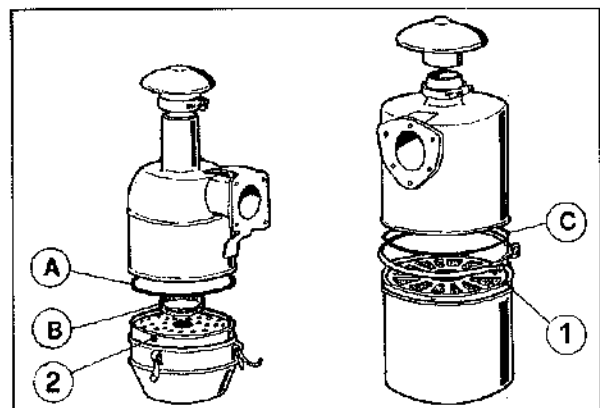

Fig. 63
- Smontare e sostituire gli anelli (A-B-C) se avariati (Fig. 63).